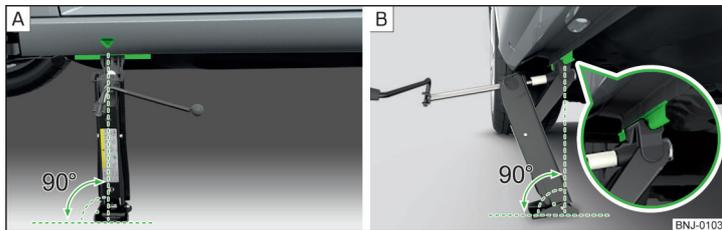

Fig. 186 Colocação do macaco
- Apoiar toda a superfície da placa base do macaco sobre um piso plano e certificar, que o macaco está em posição vertical para o perfil de aplicação » Fig. 186 - **A**.
- Levantar tanto o macaco por baixo do ponto de aplicação com a manivela, até que a sua garra apanhe o perfil » Fig. 186 **B**.